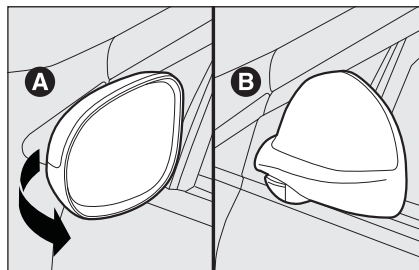

fig. 34
En cas de nécessité (par exemple lorsque l'encombrement du rétroviseur crée des difficultés dans un passage étroit) on peut plier les rétroviseurs de la position **A-fig. 34** à la position **B**.
**Pendant la marche, les rétroviseurs doivent toujours être en position A-fig. 34.**